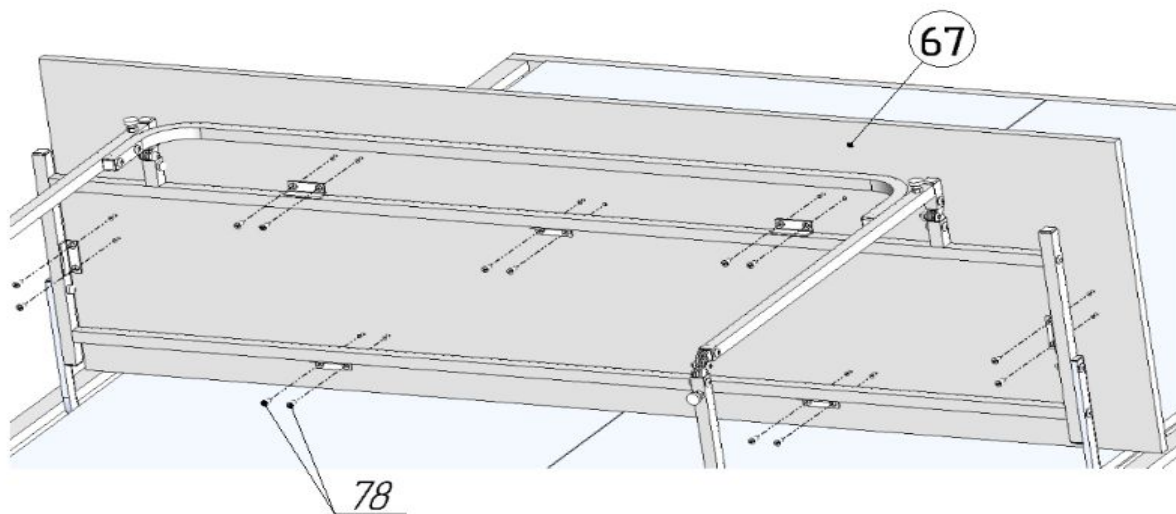

Рис.20
22. Присоединить к собранной раме стола столешницу поз.67, используя саморезы Ø4х16 поз.78 (рис.20).